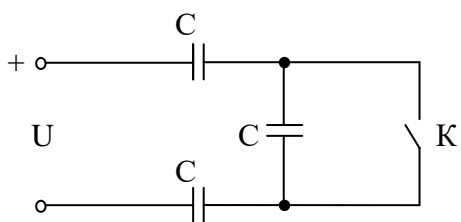

Рис. 1 -
21. Как изменятся энергия последовательно включенных одинаковых конденсаторов и их заряд на рис.1 при замыкании ключа К?